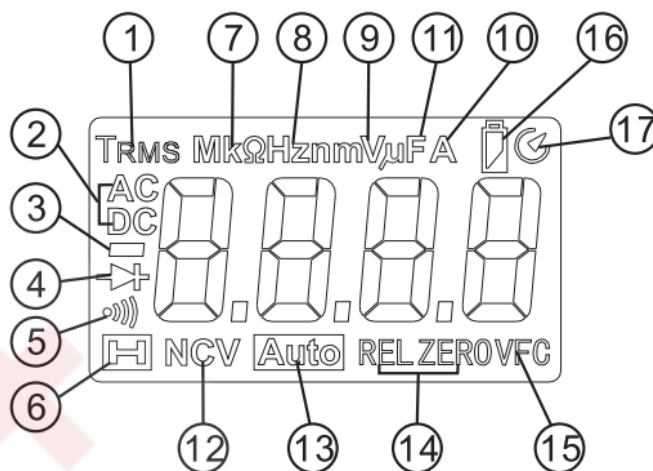

Рисунок 2
7. Описание дисплея (см. рисунок 2)